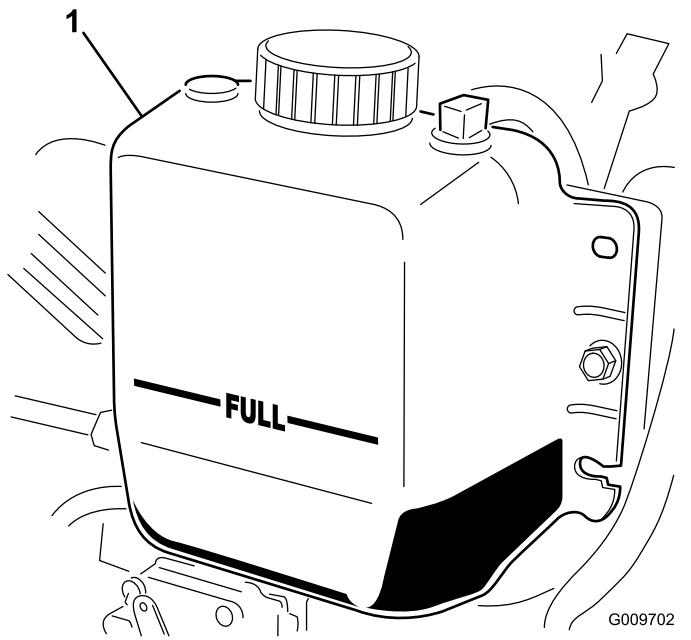

Figura 14
2. Verifique o nível do líquido de arrefecimento do radiador. O radiador deverá encontrar-se cheio de líquido até ao cimo do tubo de enchimento e o nível de líquido no depósito de expansão deverá atingir a marca FULL (cheio) (Figura 14).